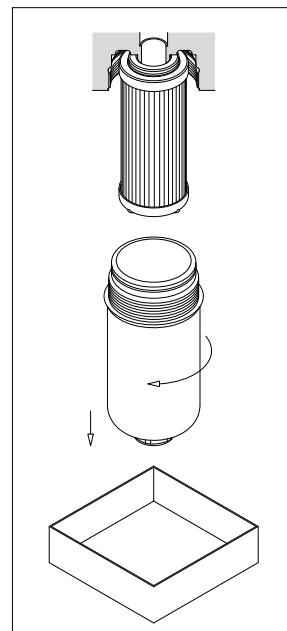

fig. 12
- (Fig. 12) In assenza di tappo di drenaggio, svitare il contenitore predisponendo un recipiente per la raccolta del fluido di lavoro